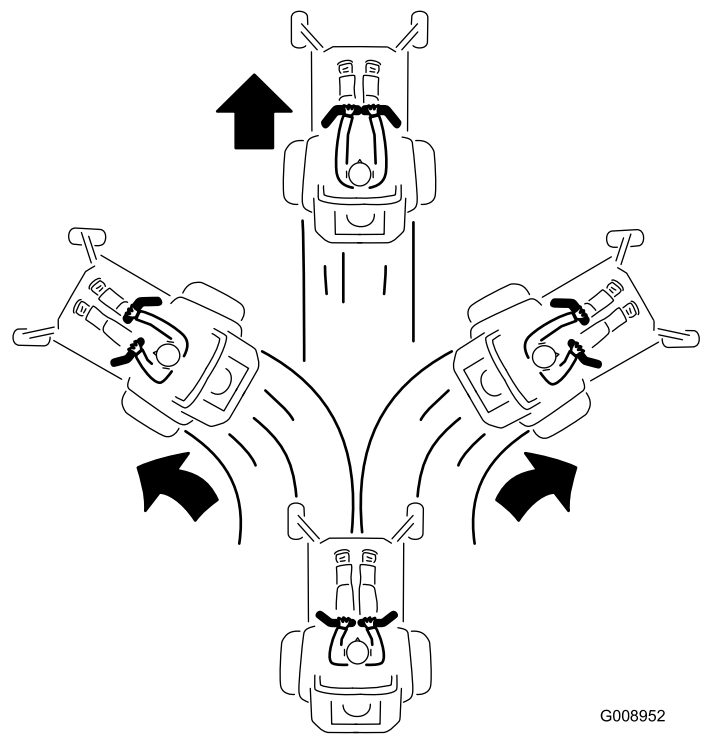

Figura 19
3. Para ir hacia adelante, empuje lentamente las palancas de control de movimiento hacia adelante (Figura 19).